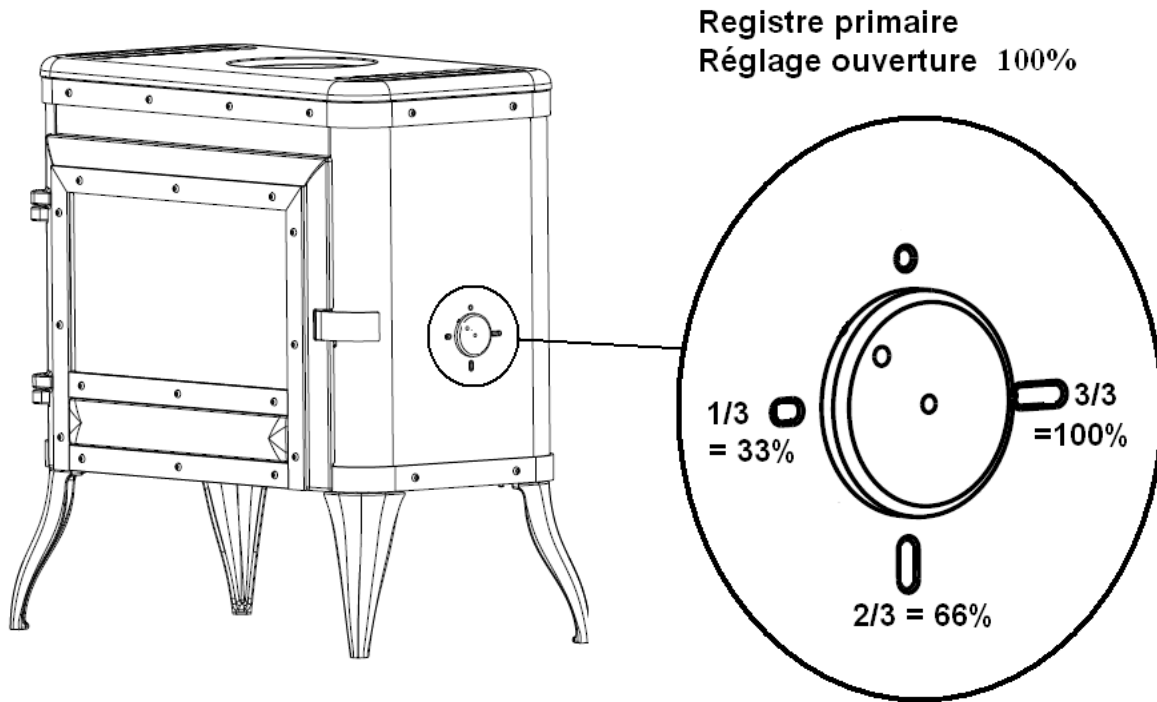
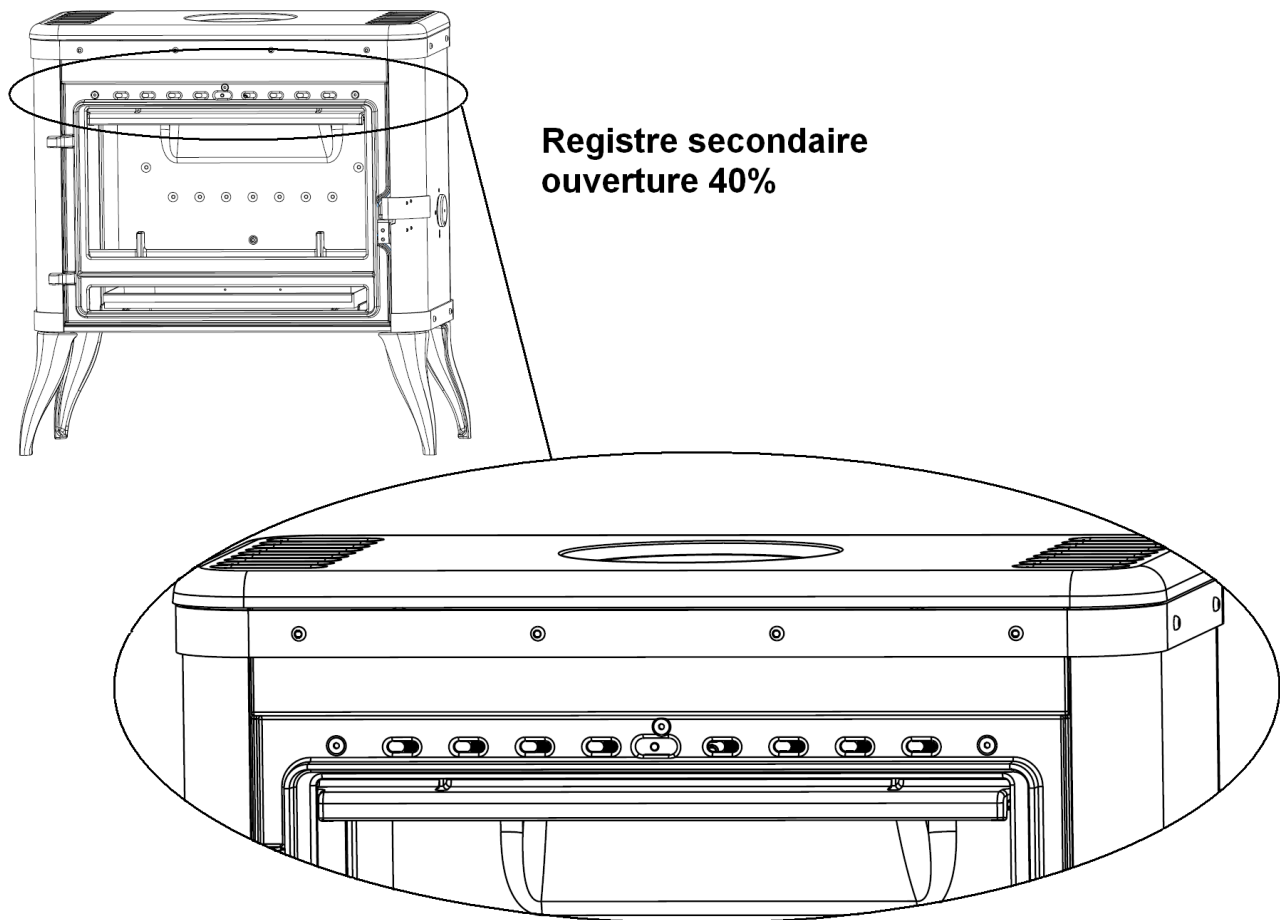

Fig.1
Fig.2
- **Registre d'air secondaire** (voir fig.2 page 8/8): Ce registre doit rester ouvert à 40% pour obtenir un fonctionnement performant et une combustion propre. L'action de fermeture de ce registre n'est justifiée que si les tirages sont plus élevés que ceux qui sont recommandés (voir ci avant). Dans ce cas, ce registre peut être partiellement refermé pour obtenir un fonctionnement satisfaisant. Une fois cette adaptation effectuée, ne plus agir sur ce registre d'air secondaire, et utiliser exclusivement le registre de réglage d'allure (voir fig.1 page 8) pour faire varier la puissance de l'appareil.